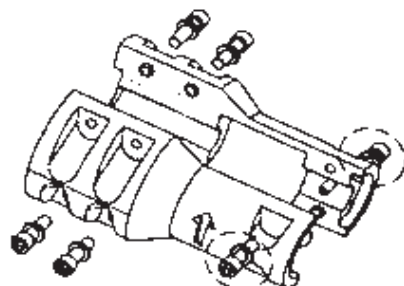

Figura 19: Tornillos de cabeza hueca del acople
6. Quite los (4) tornillos de cabeza hexagonal en el prensaestopas del sello. Guarde los pernos para el reensamblaje.
11. Instale los (4) tornillos hexagonales en el prensaestopas del sello al alojamiento del sello. Vea la sección “Datos de ingeniería” en la página 8 de este manual para obtener el valor de par de torsión correcto.
15. Apriete muy bien los (2) tornillos de cabeza hueca en la extremidad de la bomba del acople (consulte la Figura 19). Apriete el acople de manera uniforme; aseguro que el acople esté simétrico tanto en el eje de la bomba como en el del motor. NO apriete los tornillos de cabeza hueca aún.